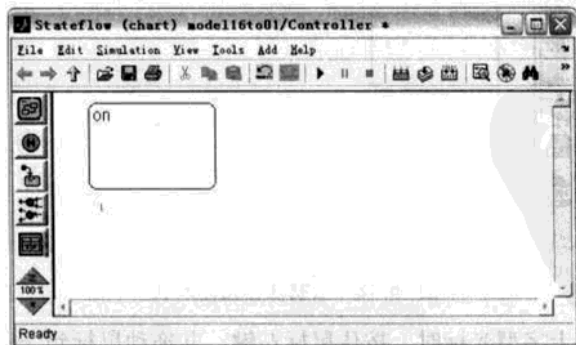

图 16.16 状态添加文本说明
- ④ 在状态中闪动文本光标处输入 on，就为这个新的状态取名为 on，如图 16.16 所示。